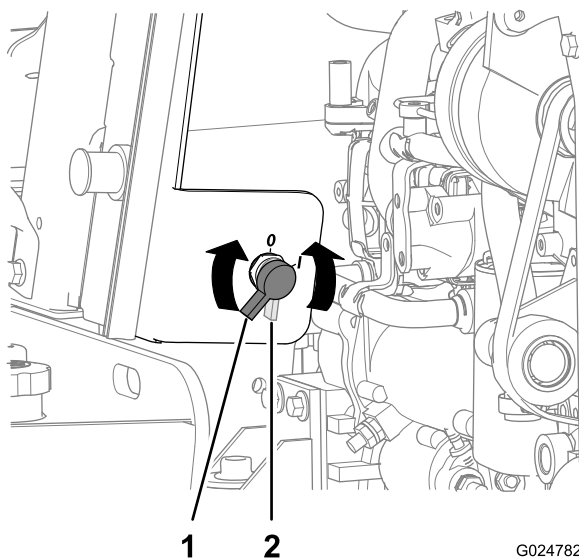

Рисунок 85
- Подсоедините положительный провод зарядного устройства к положительному штырю аккумуляторной батареи (Рисунок 85).
2. Поверните переключатель отсоединения аккумуляторной батареи в положение «Выкл.» (Рисунок 85).
8. Поверните выключатель аккумуляторной батареи по часовой стрелке в положение «Вкл.» (Рисунок 85).